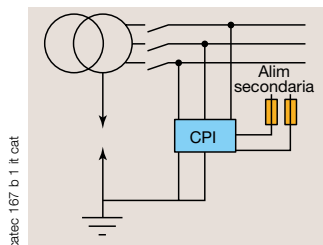

Fig. 1: collegamento del CPI dopo l'interruttore generale.
- L'inserimento del CPI dopo l'interruttore di sezionamento del trasformatore permette la misura preventiva senza l'alimentazione di rete (il segnale di misura è presente sulle fasi senza la necessità dell'inserimento del trasformatore) (Fig. 1).